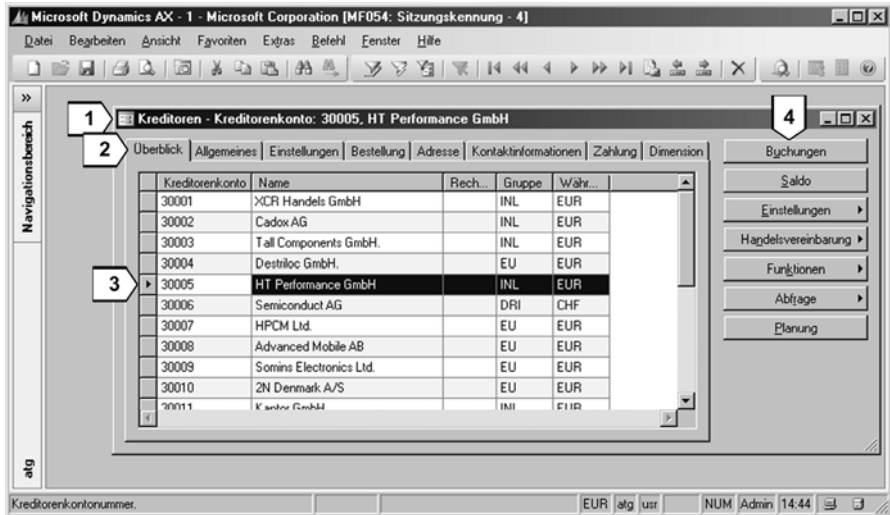

Abb. 2.5: Bearbeitungsfenster (Navigationsbereich automatisch ausgeblendet)
Die **Bearbeitungsfenster** („Formulare“) in Dynamics AX haben eine einheitliche Grundstruktur, wobei einzelne Elemente und Funktionen vom jeweiligen Bearbeitungsinhalt abhängen. Als Beispiel in Abbildung 2.5 weiter unten dient die Lieferantenverwaltung (**Kreditoren** > **Kreditoren**).
In der Titelzeile (1) des Bearbeitungsfensters wird links – falls in den Benutzeroptionen eingestellt – der aktive Mandant in Klammern gezeigt. Anschließend wird neben der Formularbezeichnung die Identifikation des aktiven Datensatzes gezeigt. In Abbildung 2.5 ist das der Lieferant mit der Kreditorennummer „30005“ im Mandanten „atg“.
Registerkarten/Reiter (2) werden verwendet, wenn sich in einem Bearbeitungsfenster nicht alle Informationen in Form einer einfachen Tabelle darstellen lassen. In diesem Fall wird auf dem Register (Reiter) *Überblick* eine Tabelle mit den wichtigsten Feldern gezeigt. Weitere generell verwendete Register sind die Reiter *Allgemeines* und *Dimensionen*. Daneben gibt es – wie in Abbildung 2.5 ersichtlich – oft weitere Reiter, die sich aus den Anforderungen der jeweiligen Bearbeitungsfunktion ergeben.